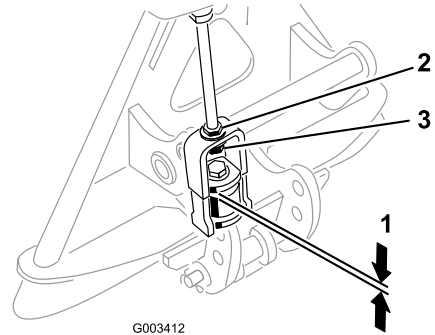

Figura 16
y el espaciador del enganche del adaptador de accesorios, según se muestra en Figura 16.
El espacio debe ser de 1,5 a 2 mm (Figura 16).
10. Si el espacio no es correcto, afloje la contratuerca y apriete o afloje la tuerca de ajuste del conjunto de enganche según sea necesario para obtener el espacio correcto (Figura 16).